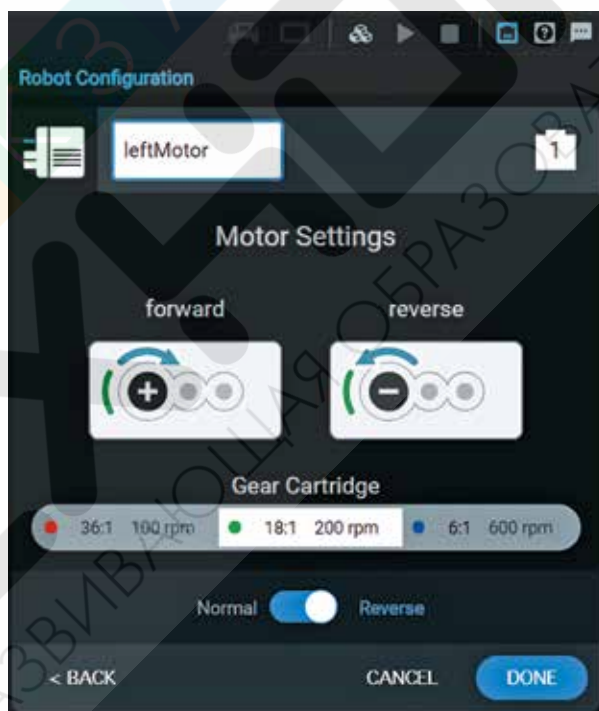

Рисунок 33. Настройка левого привода
Мы разобрались с файлом main.cpp. Теперь настроим конфигурацию подключенных к нашему роботу устройств, а именно – приводов. Для этого нам необходимо перейти в визуальное меню настройки устройств – Robot Configuration. Данное меню доступно при отключенном режиме эксперта. Правый привод подключен к порту номер десять (10), а левый – к порту номер (1). Кроме того, к порту шесть (6) подключен радиомодуль, но он инициализируется автоматически и не требует специальной настройки. Рассмотрим настройку левого привода (Рисунок 33).